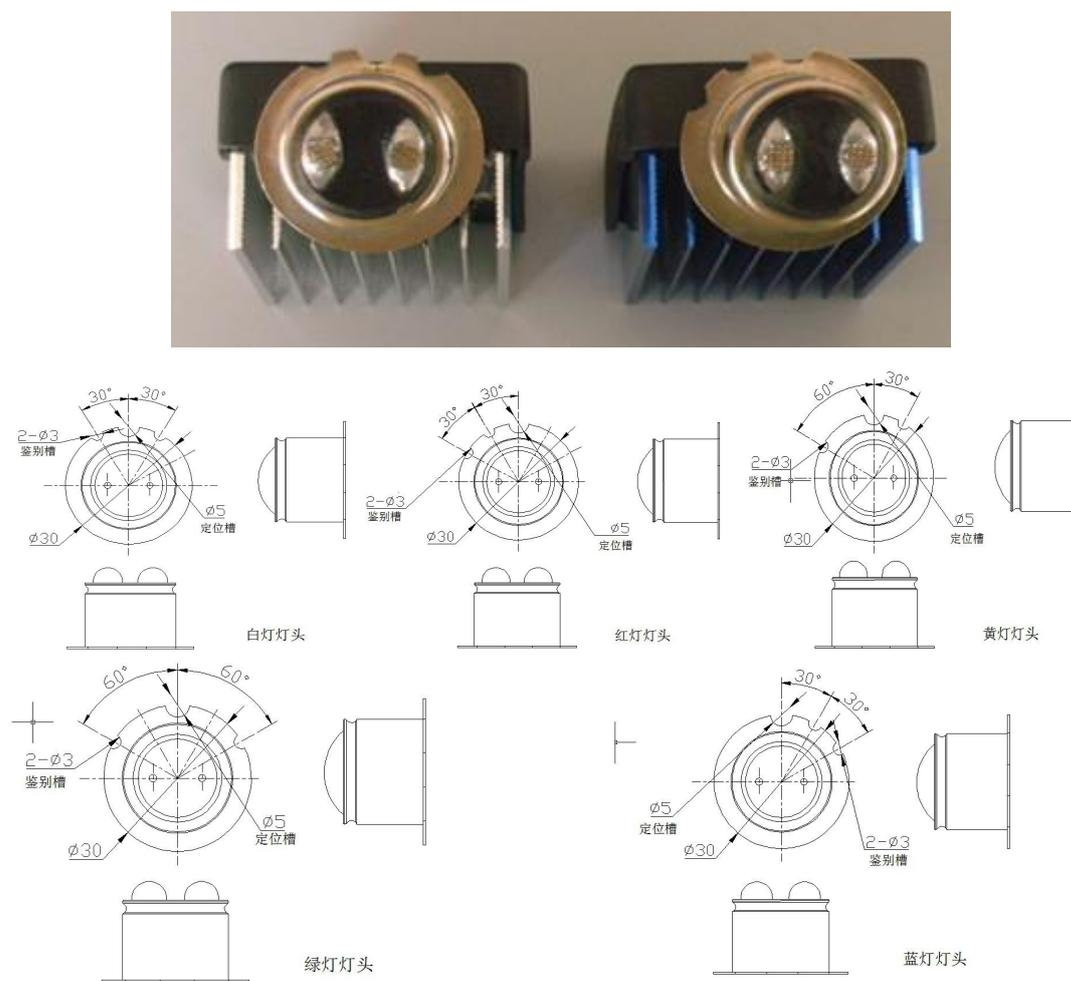

图 2
2. 红、黄、绿、蓝、白色 LED 信号灯泡一一对应不同的灯泡防差错孔，防差错定位孔见图 2 所示。